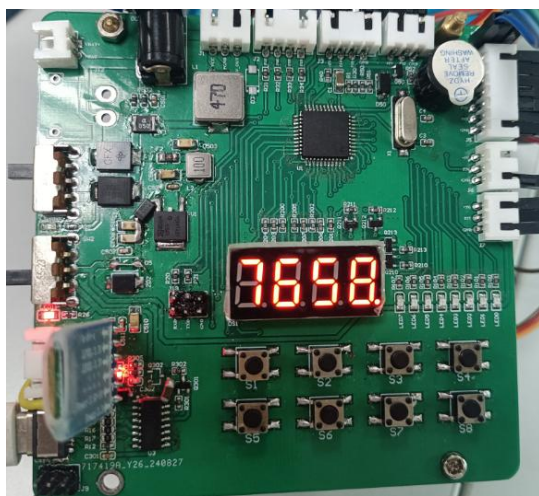

图 3-4 开发板实现数码管显示
- (1) 8 只发光二极管先整体闪烁 3 次；
- (2) 后根据开关状态控制相应灯亮或灯灭；
- (3) 在第一问的基础上改进功能，实现程序开始后高 4 位和低 4 位发光二极管先分别闪烁 3 次，然后根据开关状态反向控制相应灯亮或灯灭：即开关闭合相应灯灭，反之则灯亮。
- (4) 实现数码管显示“学号后 4 位”，要求从左向右显示，并设置时间消除抖动；
- (5) 拓展应用：用 STC15F2K60S2 开发板实现相应功能，如图 3-4 所示。